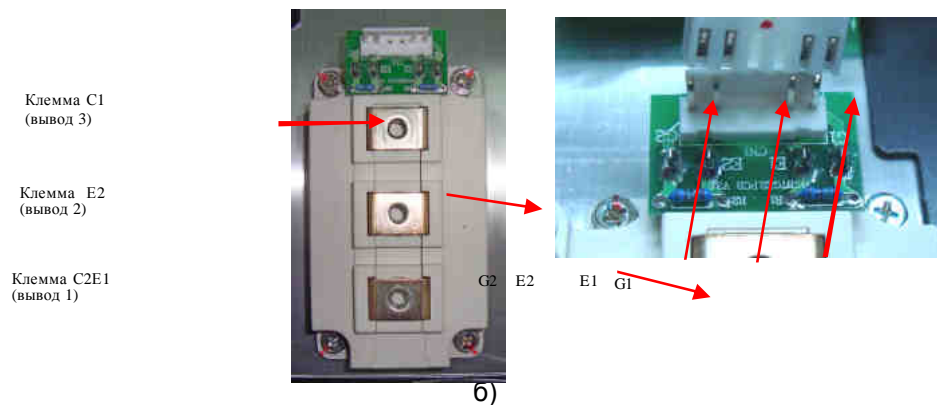

Рис. 4.17.
- подключить в вывод «Упр.» УПСМ к контакту G1 монтажной платы модуля IGBT (см. рис. 4.17б);
- подключить в вывод «-» УПСМ к клемме C2E1 модуля IGBT (см. рис. 4.17б);
- подключить в вывод «Упр.» УПСМ к контакту G2 монтажной платы модуля IGBT канала U (см. рис. 4.17б);
- подключить в вывод «-» УПСМ к клемме E2 модуля IGBT (см. рис. 4.17б);